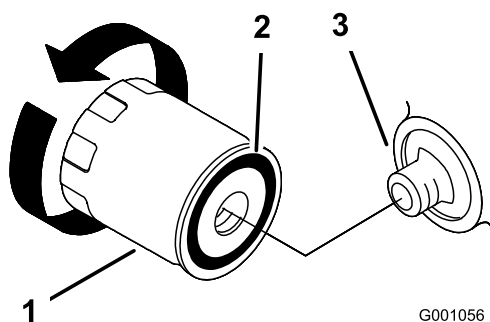

Figura 49
2. Retire el filtro usado y limpie con un paño la superficie de la junta del adaptador del filtro (Figura 49).
5. Aplique una capa fina de aceite nuevo a la junta de goma del filtro nuevo (Figura 49).
6. Instale el filtro de repuesto en el adaptador de filtro; gire el filtro en el sentido de las agujas del reloj hasta que la junta de goma entre en contacto con el adaptador del filtro, luego apriete el filtro de 2/3 a 1 vuelta más (Figura 49).